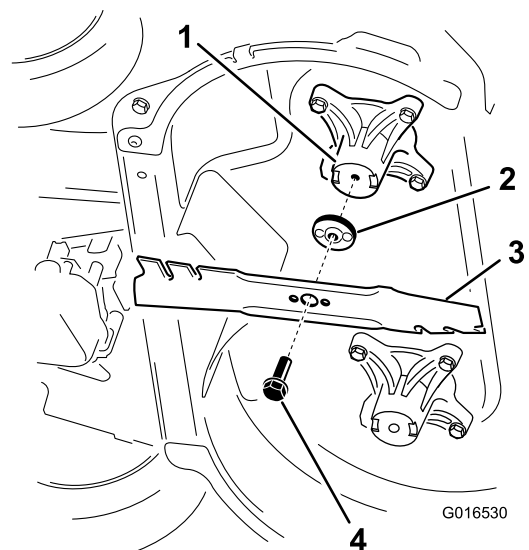

Figure 36
2. Déposez chaque lame comme montré à la Figure 36.
1. Posez la première lame de sorte qu'elle soit horizontale, avec toutes les fixations, comme montré à la Figure 36.